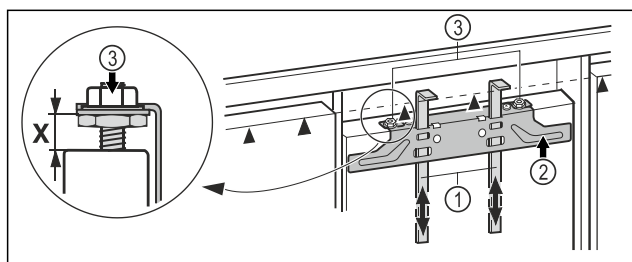

Fig. 43
- Montážní pomůcky Fig. 43 (1) vysuňte nahoru do výšky nábytkových dvířek. Spodní dorazová hrana ▲ montážní pomůcky = horní hrana montovaných nábytkových dvířek.
- Upevňovací příčník Fig. 43 (2) vyšroubujte přes pojistné matice Fig. 43 (3).